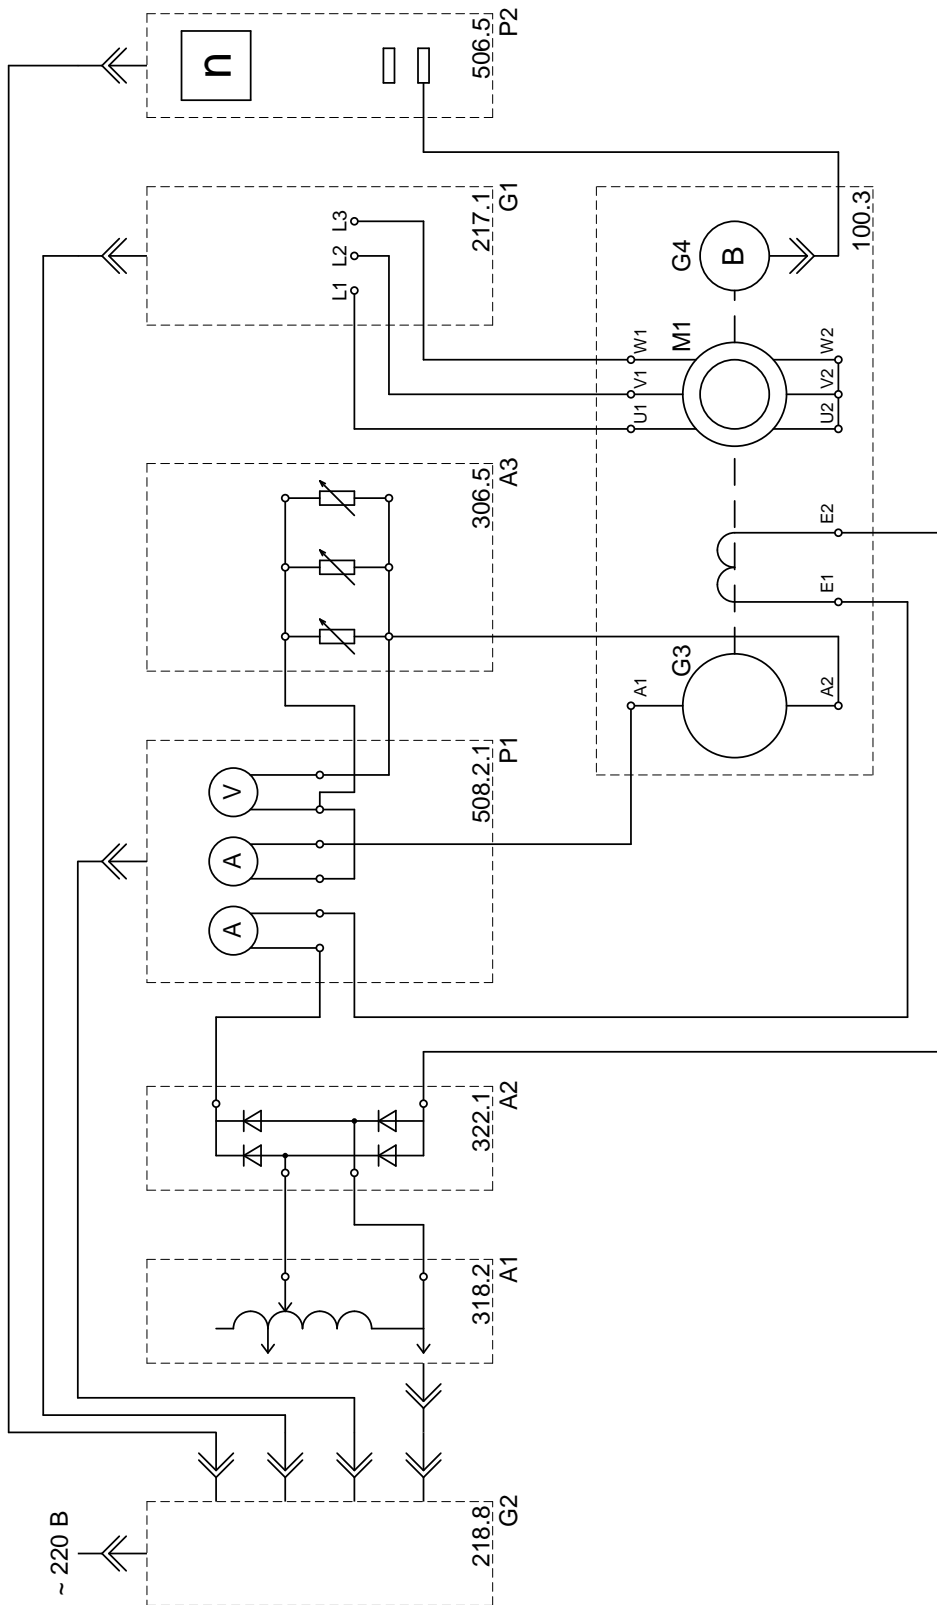

Рис. 1.3. Схема для снятия внешней, регулировочной и нагрузочной характеристик генератора постоянного тока с независимым возбуждением.
- Соедините аппаратуру в соответствии со схемой электрических соединений, приведенной на рис. 1.3.